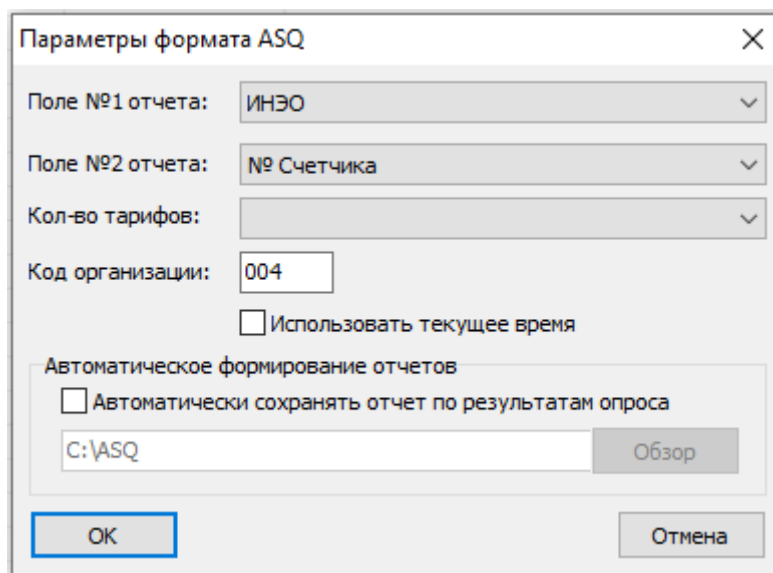

Рисунок 24. «Параметры формата ASQ»
8.4 При выборе настройки «Параметры формата ASQ» появится окно с этим названием, Рисунок 24.